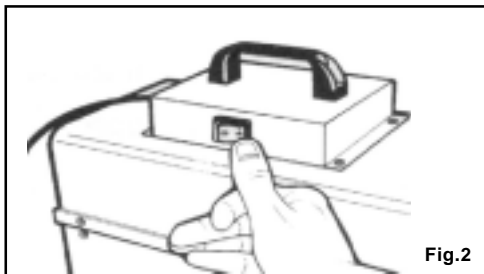

Fig.2
2. Tænd for ventilatoren ved hjælp af den hvide kontakt (se fig. 2).